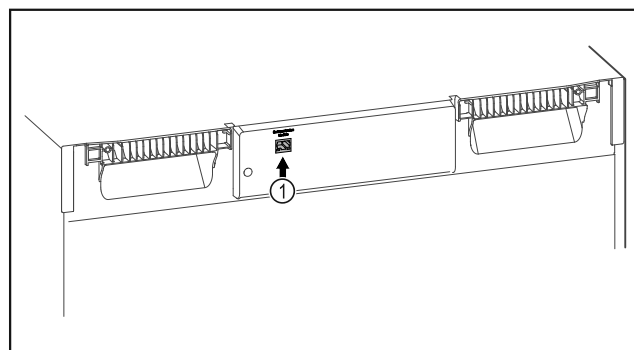

Fig. 103
- SmartModule Fig. 103 (1) este instalat.